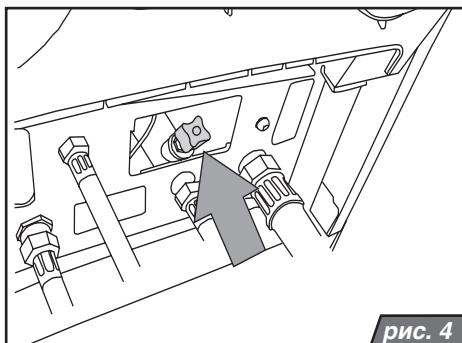

рис. 4
- вручную откройте синий вентиль доливки (рис. 4) и следите за повышением давления на дисплее панели управления котла (для отображения значения давления необходимо нажать кнопку MODE)